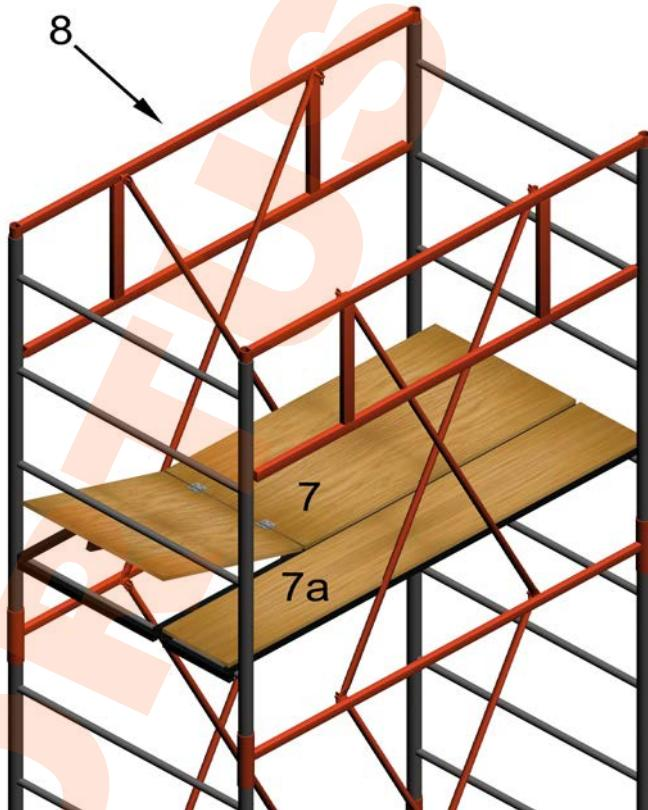

рис.2
- 4.10. Установить настилы (7,7а) на нижние перекладины лестниц последней секции (рис.2).